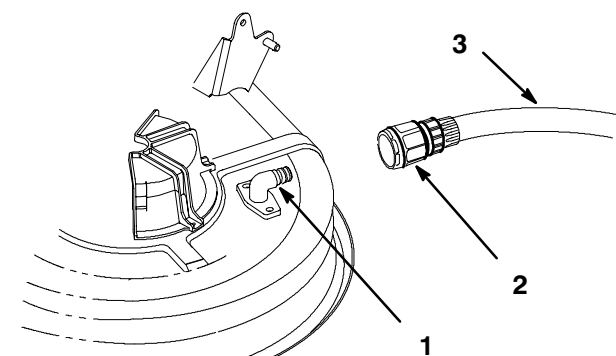

Bild 55
2. Drehen Sie eine Schlauchkupplung (gehört nicht zum Lieferumfang) auf den Schneidwerk-Spülanschluss und drehen das Wasser mit starkem Druck auf (Bild 55).